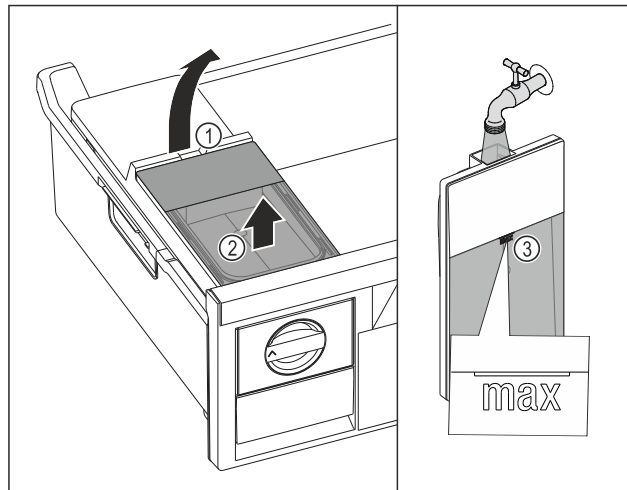

Fig. 103
- ▶ Ridicați rezervorul de apă de la degajare Fig. 103 (1).
- ▶ Scoateți rezervorul de apă în sus. Fig. 103 (2)
- ▶ Umpleți rezervorul de apă până la marcaj Fig. 103 (3) cu apă potabilă.